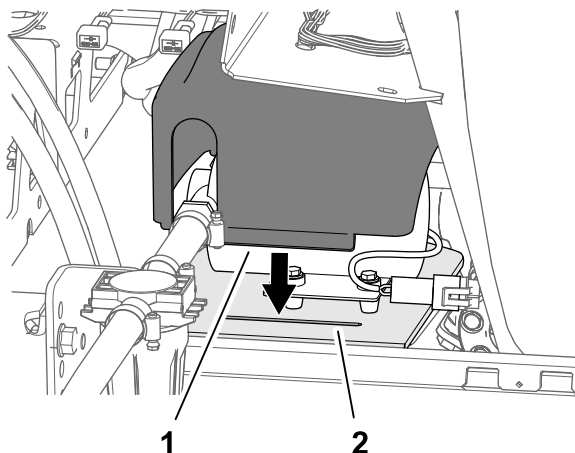

Figura 32
- Insira as duas patilhas da cobertura nas duas ranhuras na placa de suporte da estrutura do depósito (**Figura 32**).
- Alinhe a cobertura da bomba sobre a bomba do depósito de lavagem como se mostra na **Figura 32**.